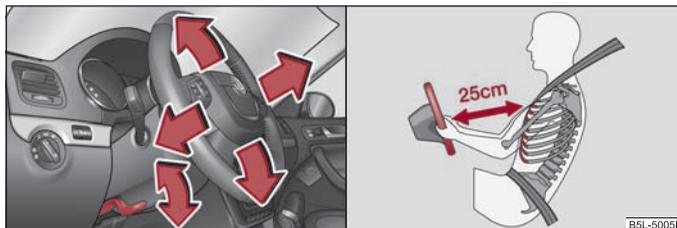

Fig. 3 Volante regolabile: Leva sotto il volante / corretta distanza dal volante
- Abbassare la leva sotto il volante ⇒ fig. 3 lato sinistro.
- Regolare il volante in modo tale che la distanza tra il volante e lo sterno sia di almeno 25 cm ⇒ fig. 3 lato destro. Se non si rispetta questa distanza minima, il sistema airbag non può proteggere - pericolo di morte!